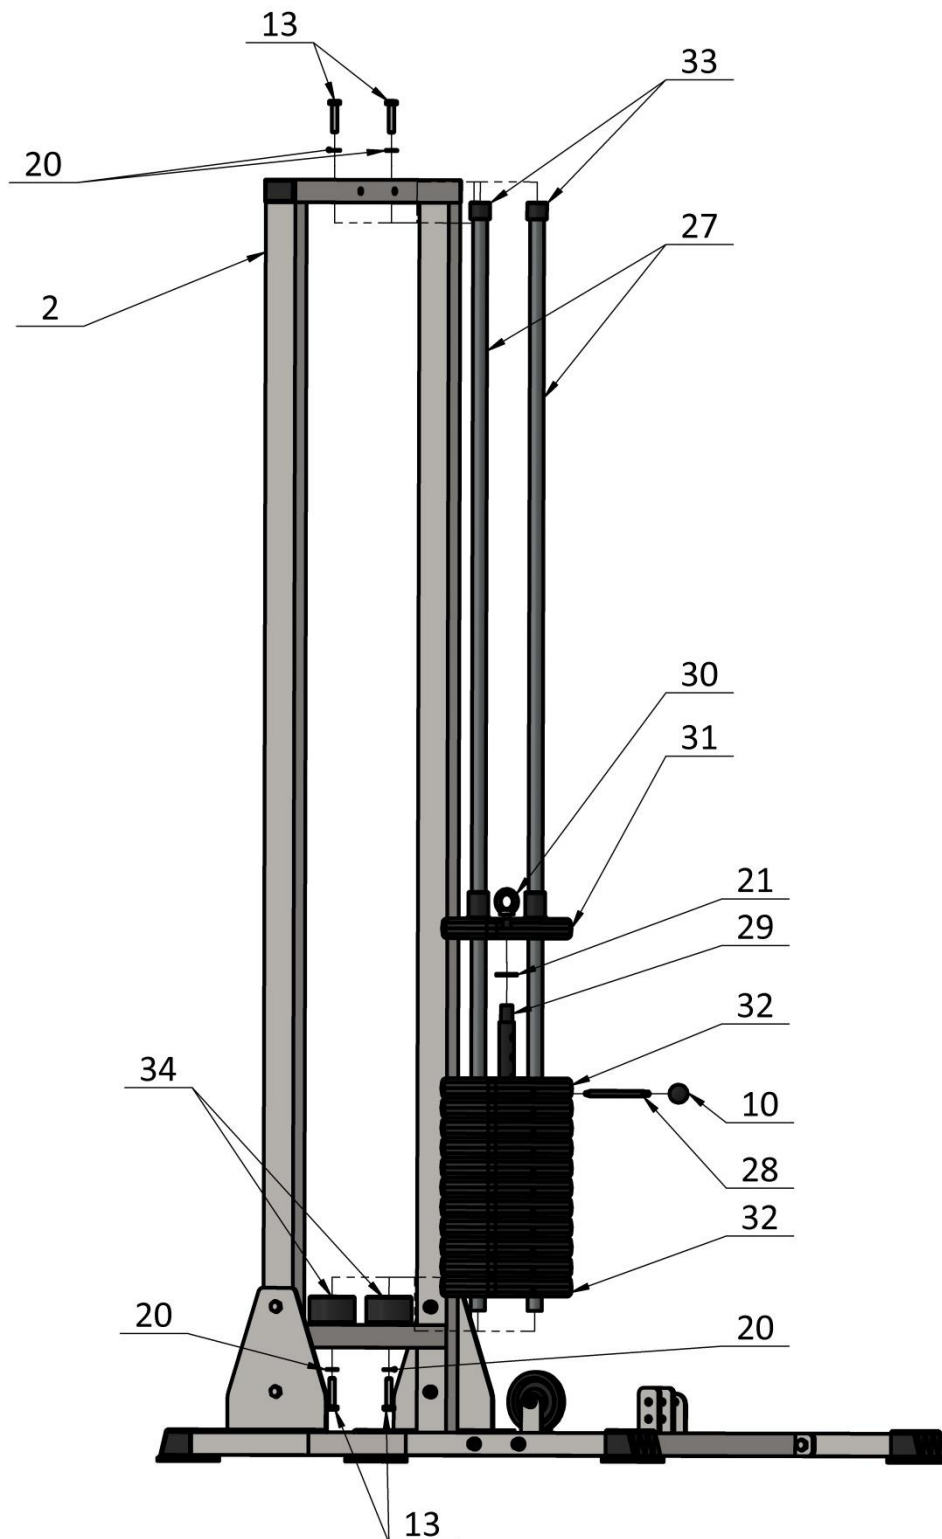

Рис.2
2. К раме грузоблоков (2) прикрутите демпфера (34) комплектом крепежа: болт М10х50 (13), шайба D10 (19); в демпфера (34) вставьте трубы (27), наклонив направляющие, поочередно наденьте груз 5 кг (32); следом наденьте верхний груз (31), предварительно собранный с флейтой (29) через шайбу (21) и рым болтом (30); сверху на трубы (27) наденьте центрирующие втулки (33). Затем через отверстия в раме (2) вкрутите во втулки (33) комплект крепежа: болт М10х50 (13); шайба D10 (20).
При помощи иглы флейты (28) с накрученной на неё шарообразной ручкой (10) можно регулировать необходимую Вам нагрузку. (Рис. 2).